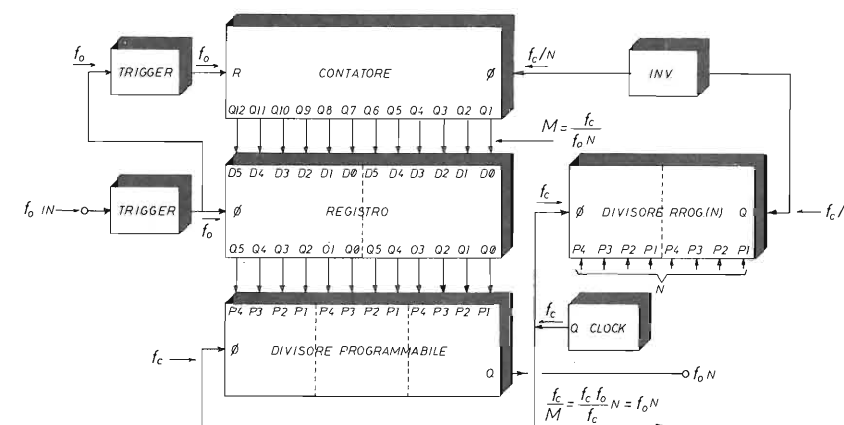

figura 1 - Schema a blocchi di moltiplicatore di frequenza.
Nel circuito di figura 1, il clock a frequenza di ripetizione  $f_c$  è applicato ad un divisore programmato col quale viene impostato il fattore di moltiplicazione N. Il segnale di clock, diviso per N ( $f_c/N$ ) triggera un contatore binario sufficientemente lungo che il segnale d'ingresso, a frequenza  $f_o$ , periodicamente resetta.
Lo stato  $M=f_c/f_oN$  che detto contatore così assume, memorizzato nel registro collegato ai suoi Q, viene trasferito agli ingressi di preset di un divisore programmabile sincrono; all'ingresso di quest'ultimo è ancora applicato il clock  $f_c$ . Ne consegue che dall'uscita di detto divisore emergono impulsi alla frequenza di ripetizione  $f_c/M$ , cioè  $f_oN$  (vedi figura 1).
Impiegando un contatore binario a 12 stadi, il massimo valore che  $M$  può assumere è  $2^{12}=4096$ . Dato che (vedi figura 1)  $M=f_c/f_oN$ , si ha che
so ad esempio ( $f_c=250$  kHz,  $N=100$ ) è di 0.07 Hz. ad 1 logico) ed il secondo in binario (pin 10 a 0 logico) ed il secondo in binario (pin 10 a 0 logico). Ancora dalla figura 1 si osservi che la frequenza del segnale in uscita,  $f_o \cdot N$ , è indipendente da  $f_c$ ; il clock potrebbe perciò essere un semplice multivibratore astabile; per la validità dell'equazione (1) è però conveniente servirsi di un generatore quarzato opportunamente diviso.